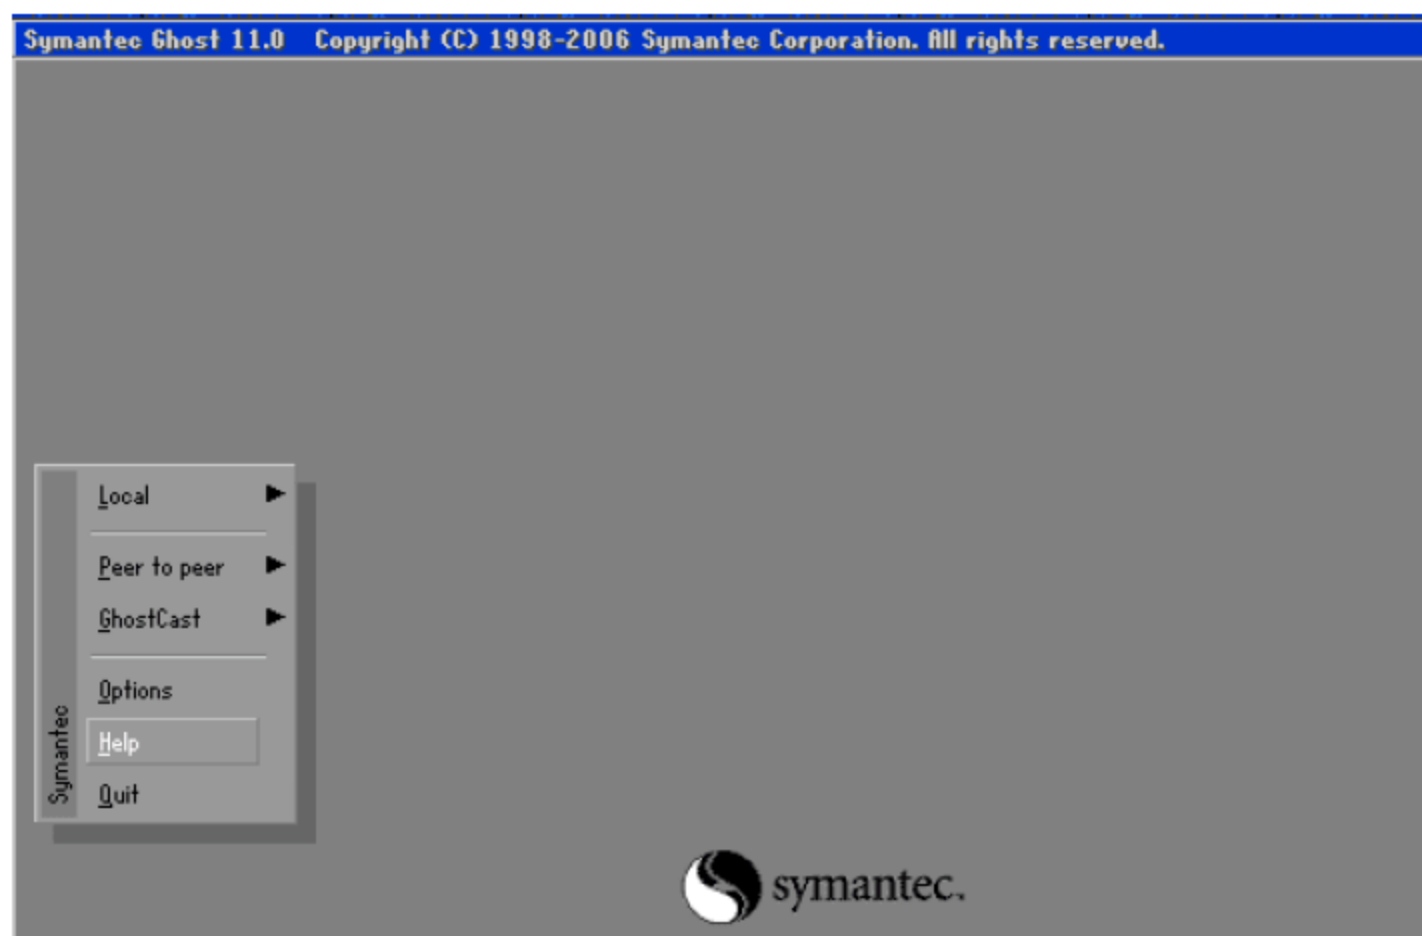

图 10-32 Norton Ghost 主界面
(1) 屢 Norton Ghost 寥裕劇雀 C 眈(寥裕綱甌盞礪眈刹厖)伃韡盞澄伃刹厖。Norton Ghost 杜姪堽績 DOS 芑进袞，徛熒迟黼攏柴帛纒拒剖仵呖堽 Windows 芑进袞盞勻脰。咋勻 Norton Ghost 呢，佶邊凍也了糗侖 Windows 盞痒韡，齋挽龢档哨問眈。
(2) Norton Ghost 启动界面如图 10-32 所示。选择 Local 选项，按回车键。